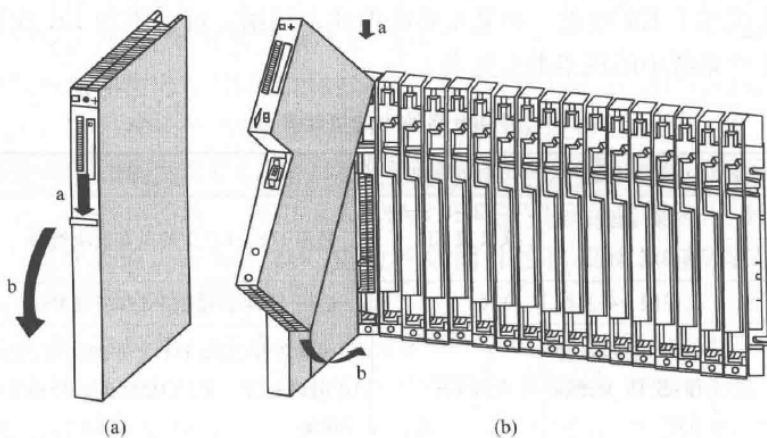

图 1-15 安装模块
- (1) 卸下将要插入模块的插槽上的隔板, 插入 CP441 模块并向下倾斜。对于双槽和三槽宽的模块, 必须拆下将被相关模块覆盖的所有插槽隔板。
- (2) 对于带有外盖的模块, 在安装模块前卸下外盖。先向下按锁定杆, 如图 1-15 (a) 中 a 所示, 然后将外盖拉动下来, 如图 1-15 (a) 中 b 所示。
(3) 断开电源模块的电源连接器。
(4) 一个接一个地安装模块，如图 1-15(b) 中 a 所示，并小心旋转装入，如图 1-15(b) 中 b 所示。如果向下旋转模块时觉得有阻力，应先轻轻向上提，然后再继续。
(5) 拧紧模块顶部和底部螺钉，并重新装入模块外盖。